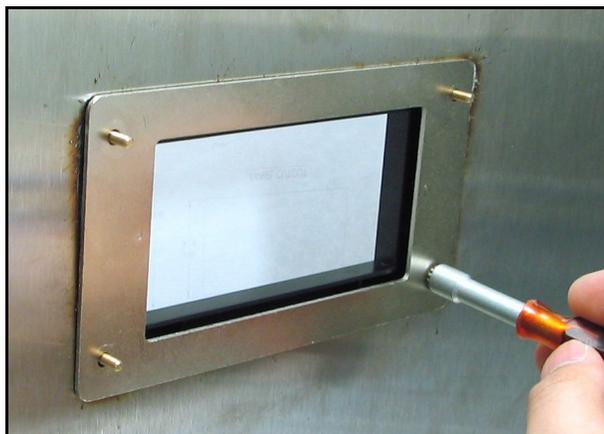
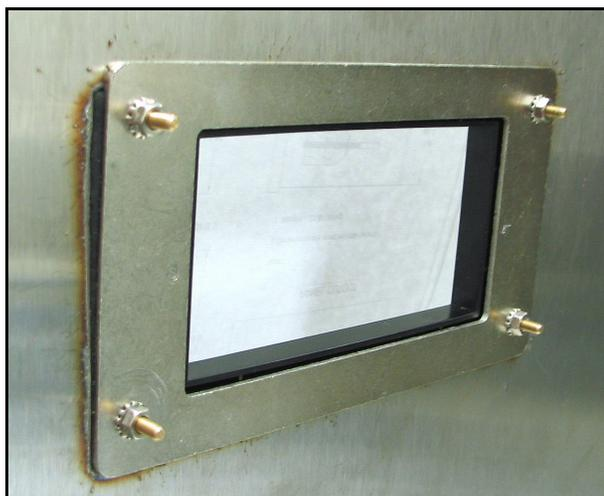

Figura 19: Fijación del conjunto al panel
Figura 20: Montaje del conjunto de la placa finalizado
4. Aplique las tuercas a los cuatro tornillos y fije el conjunto al panel (vea la Figura 19 y la Figura 20). Utilice una galga detrás de la junta, compruebe la compresión y apriete las tuercas hasta que la holgura sea de $(0,81 \text{ mm} \pm 0,05 \text{ mm})$ $0,032" \pm 0,002"$.